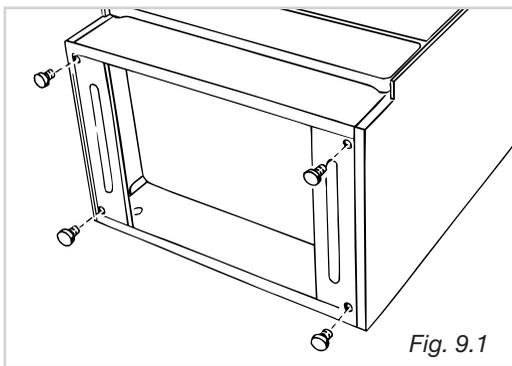

Fig. 9.1
- Montare i piedini di appoggio per evitare di danneggiare il pavimento. Per fare ciò, adagiare la cucina sul pavimento, come illustrato in fig. 9.1, ed innestare a pressione i 4 piedini in dotazione negli appositi fori.